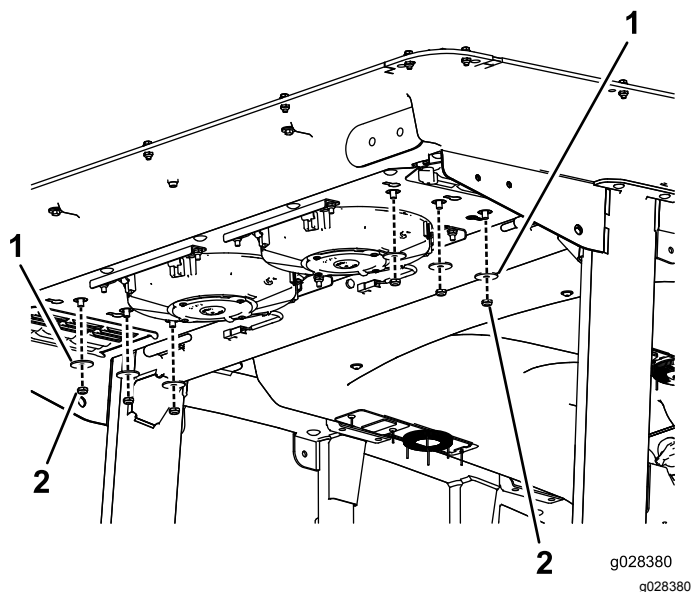

Figure 124
2. Retirez les 6 écrous et rondelles au bas de l'arrière de la cabine (Figure 124).